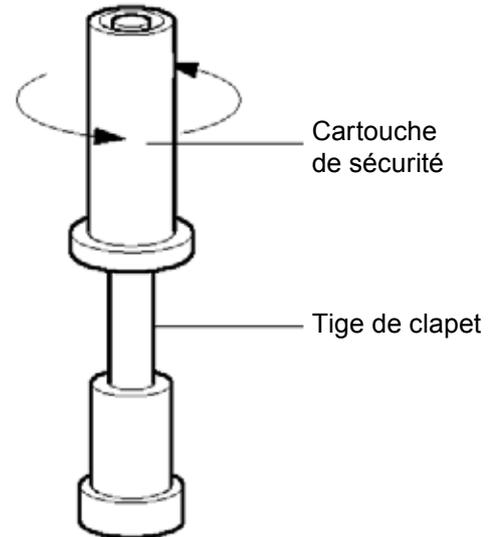

Fig. 8
- La cartouche peut maintenant être dévissée de la tige de clapet et être remplacée par une nouvelle (voir Fig. 8). Alternativement, la cartouche existante peut être reréglée après démontage, par immersion dans de l'eau chaude à une température supérieure à 80 °C, point de fusion des cartouches standards. Lorsque la tête de la cartouche atteint l'état liquide, les deux cylindres peuvent être poussés ensemble jusqu'à ce que les embouts ressortent. Laisser refroidir et remonter.